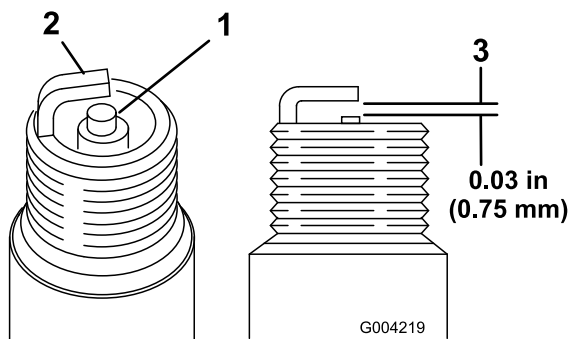

Figura 16
1. Mire la parte central de ambas bujías (Figura 16). Si se observa un color gris o marrón claro en el aislante, el motor está funcionando correctamente. Si el aislante aparece de color negro, significa que el limpiador de aire está sucio.
- Compruebe la separación entre los electrodos central y lateral (Figura 16).
- Si la distancia no es correcta, doble el electrodo lateral (Figura 16).